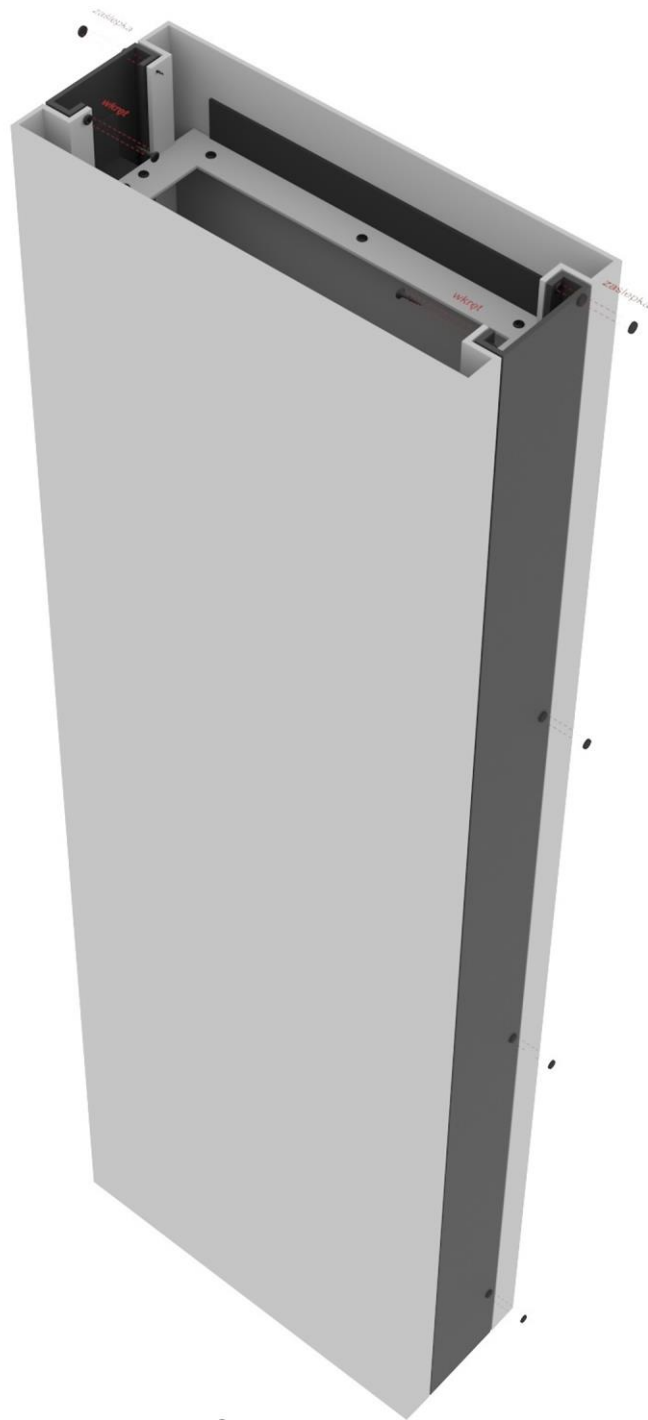

fig. 2
- fig. 2 przedstawia słupek bez daszku w widoku aksonometrycznym,